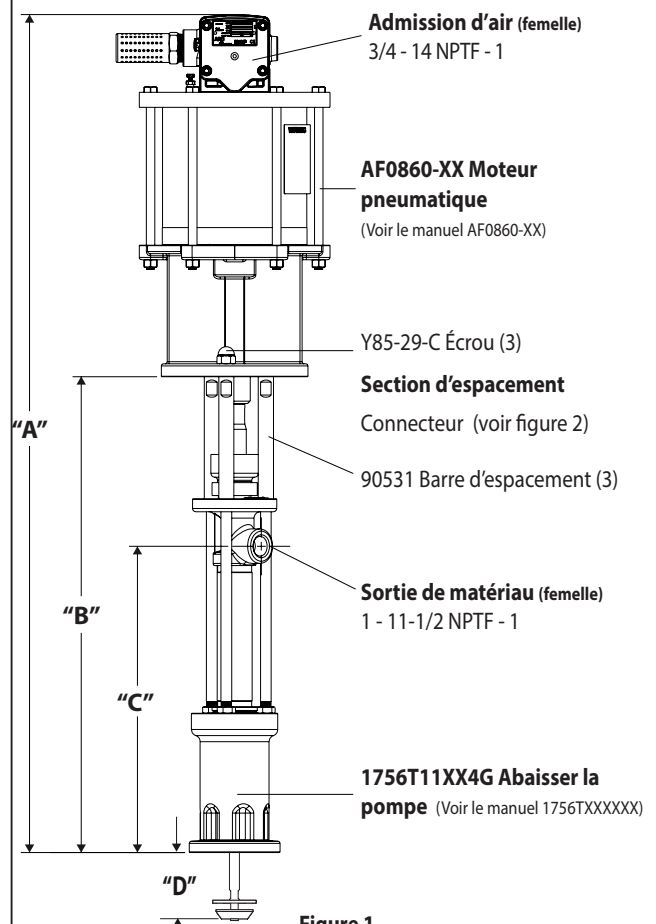

Figure 1
2. Retirez les trois écrous (Y85-29-C) les trois (90531) tiges d'espacement (voir figure 1).